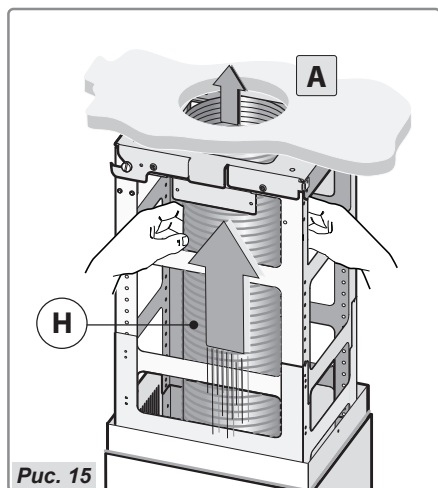

Рис. 15
- Подсоедините трубу **H** (не входит в комплект поставки) к отверстию для выпуска воздуха **A** (рис. 15).